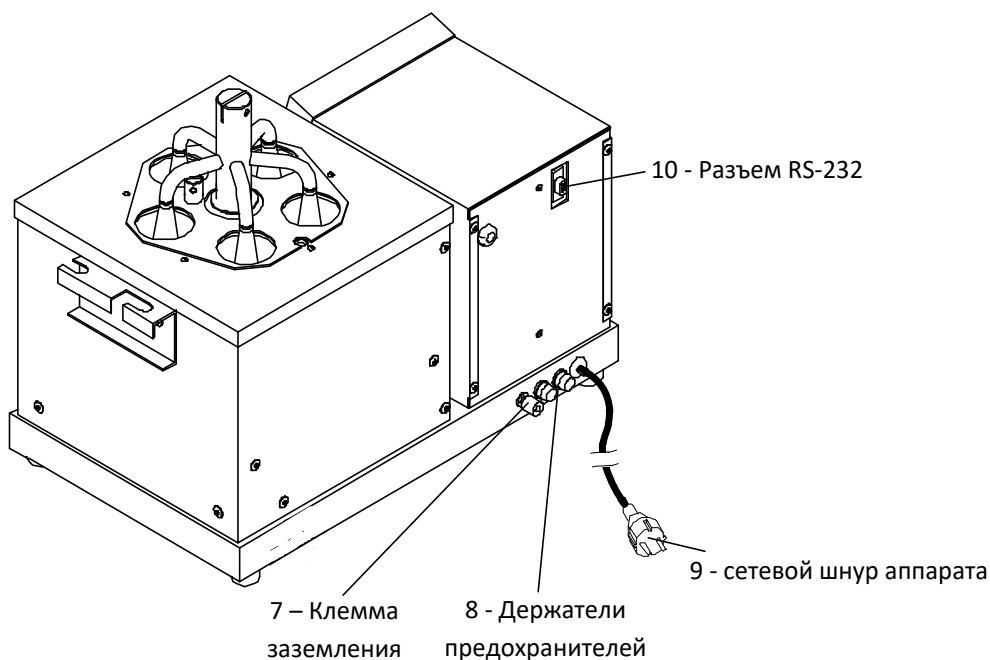

Рисунок 2 – Вид аппарата сзади
- 3.1.2 Аппарат должен быть подключен к общей шине заземления через клемму заземления (см. рисунок 2).